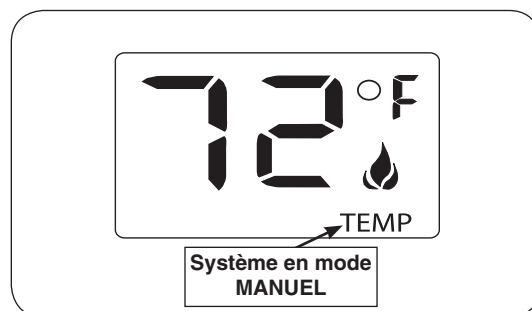

Fig. 44-3 Mode MANUEL - écran par défaut
- **Mode Manuel (Fig. 44-3):** Dans ce mode, la température ambiante est ignorée et la cheminée peut être activé indéfiniment. L'élévation de la température ambiante n'a aucun effet sur ce mode. L'écran affiche par défaut la température ambiante (selon l'émetteur à distance) et le mot TEMP s'affiche.